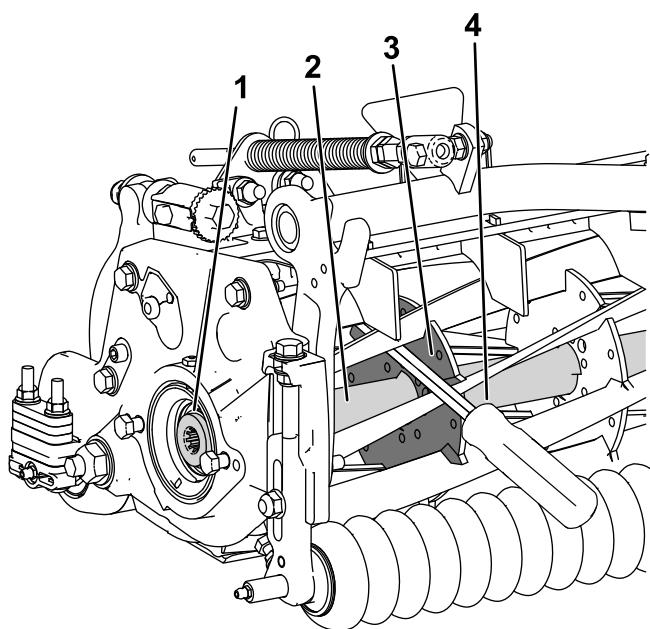

図 29
1. 長い柄のバール 9 mm x 30 cm 程度のドライバータイプのもの。握りのついているものがよいを用意する。バールは、トルク作業を行う側に近い側で、リールの前から差し込むようする図 29。
2. リール補強版の溶接側からバールを入れる図 29 と、